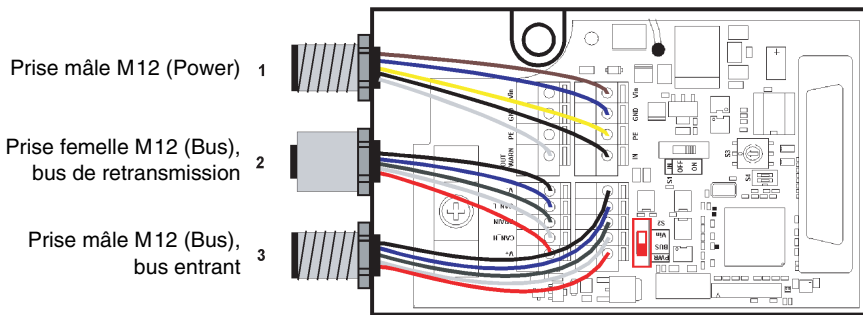

Figure 9.5: Montage et raccordement des connecteurs M12 en option
5. Raccorder les fils conformément à la figure 9.5 et au Tableau 9.2.